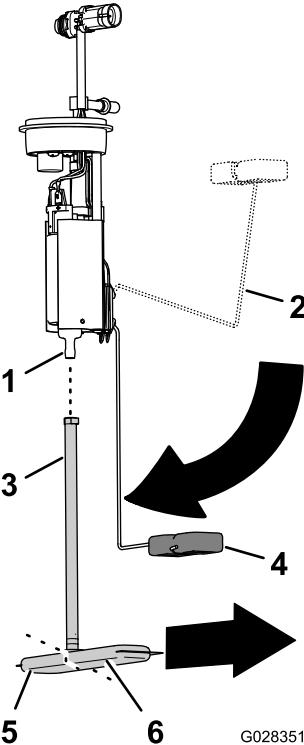

Bild 85
1. Entfernen Sie das Aufnahmerohr des Kraftstofffilters aus dem Anschlussstück der Kraftstoffpumpe (Bild 85).
2. Richten das Aufnahmerohr des neuen Kraftstofffilters am Anschlussstück der Kraftstoffpumpe aus (Bild 85).
3. Richten Sie das lange Teilstück des Kraftstofffilters mit dem Schwimmer aus, wenn sich der Schwimmerarm in der Stellung des leeren Kraftstofftanks befindet (Bild 85).
4. Schieben Sie das Anschlussstück der Kraftstoffpumpe in das Aufnahmerohr, bis das Anschlussstück vollständig sitzt (Bild 85).
2. Setzen Sie die Kraftstoffpumpe/Zuführeinheit in die Öffnung im Tank (Bild 84 und Bild 85).